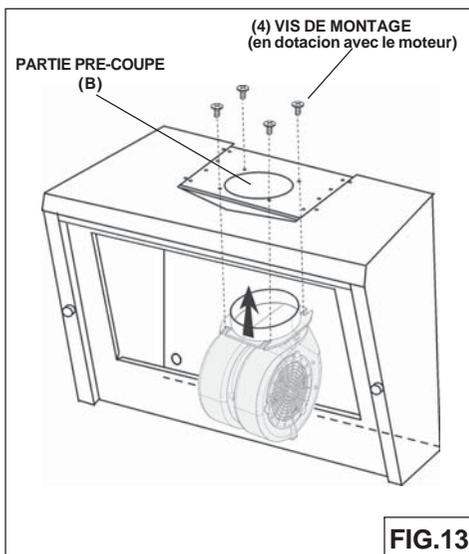

FIG.13
1. Enlever la partie pre-copue (B). Fig. 13.
2. Installez le ventilateur intérieur avec (4) vis (en dotacion avec le moteur). Fig. 13.